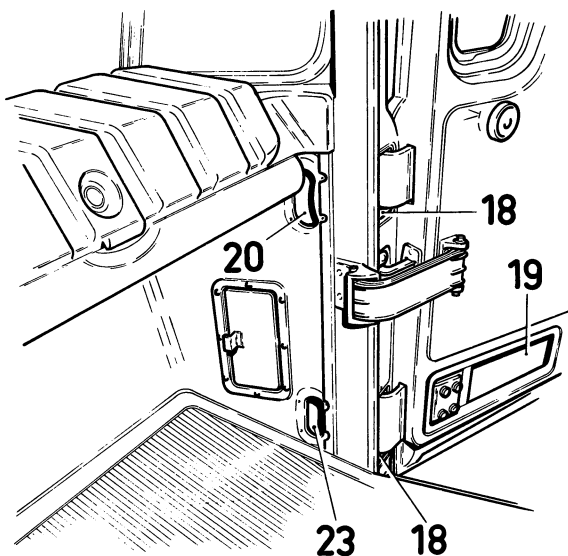

Fig. 6.
1. Verwijder de aluminium schopplaat 19, welke zich aan de onderzijde van het portier bevindt (fig. 6).
3. Verwijder de metalen afdekplaten 20 en 23, welke zich op de zijwandbekleding, recht onder het dashboard bevinden (fig. 6).
1. Déposer le panneau de protection en aluminium 19 (fig. 6).
3. Déposer les couvercles de visite (20 et 23) qui se trouvent sur le côté droit de l'auvent (fig. 6).